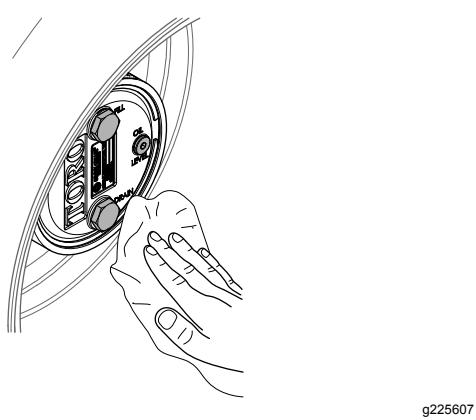

Figure 95
3. Essuyez soigneusement les carters de frein et de train planétaire (Figure 95).